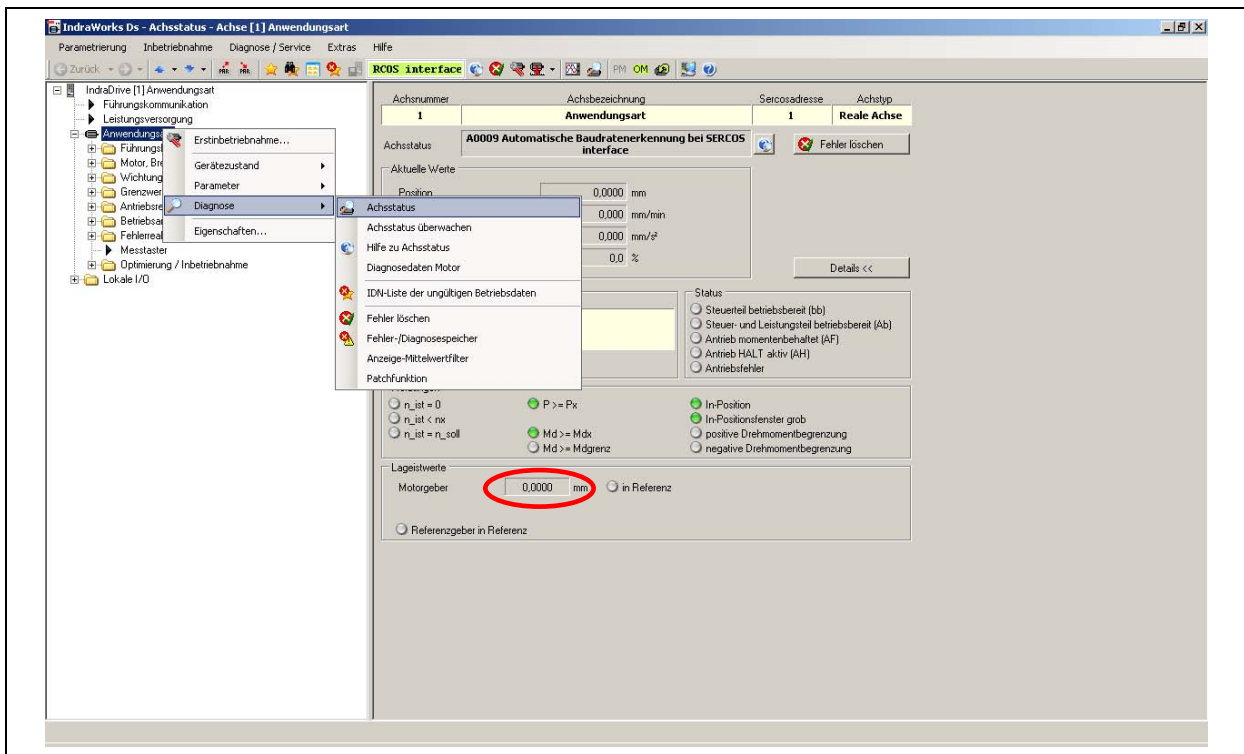

Abbildung 7 Status prüfen
2. <Anwendungsart> mit der rechten Maustaste auswählen und anschließend im Kontextmenü <Diagnose> ➔ <Status> auswählen. (siehe Abbildung 7, Seite 17)
Es dürfen keine Sprünge in der Anzeige „Position“ (siehe rote Markierung in Abbildung 7 Seite 17) auftreten.